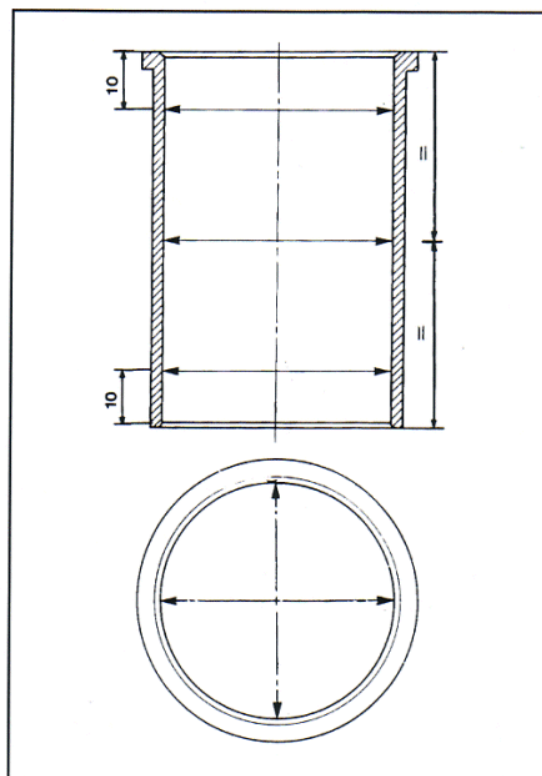

Fig. 4 ▲
Canna (Fig. 4)
N.B. La rilevazione di tali misure va effettuata alle distanze prescritte in Fig. 4 e su due assi diametrali perpendicolari tra loro; la misura effettiva del diametro interno sarà il risultato della media delle sei misure così effettuate. Tutte le canne sono riportate.
Liner (Fig. 4)
NOTE. These measurements should be taken at the distances prescribed in Fig. 4 and on two diametrically opposed axes. The actual measurement of inside diameter will be the average of the two measurements taken. All the liners are inserts.